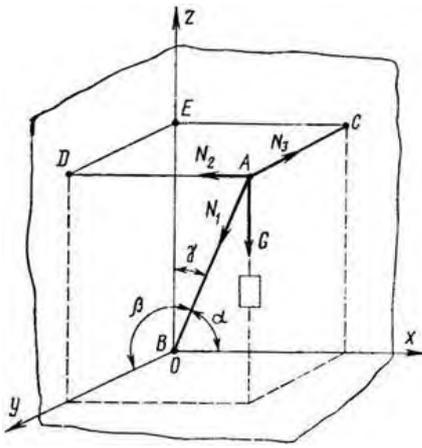

Рисунок 14
5. Найти усилия в стержне АВ (рис. 14) и цепях АС и АД, поддерживающих груз $G = 10$ кН, если $\alpha = 60^\circ$, $b = 30^\circ$, $g = 45^\circ$. АСЕD – прямоугольник, лежащий в горизонтальной плоскости. Крепление в точке В шарнирное.